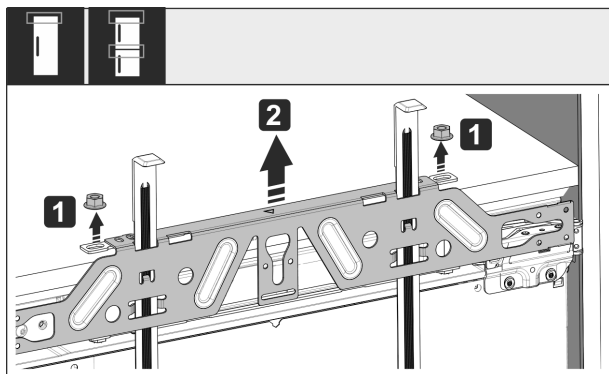

Fig. 52
- ▶ Oldja ki az ellenanyákat Fig. 52 (1).
- ▶ Vegye le a rögzítő kereszt-tartót Fig. 52 (2).